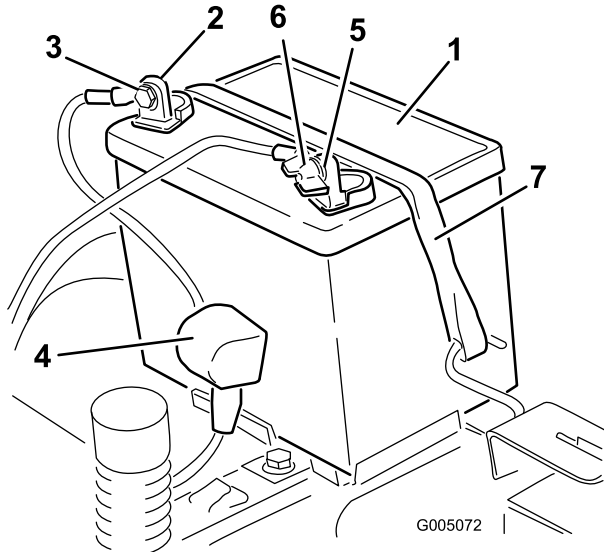

Bild 46
- Klemmen Sie das Minuskabel (schwarz) vom Batteriepol ab (Bild 46). Bewahren Sie alle Befestigungen auf.
5. Schieben Sie die Gummiabdeckung am Pluskabel (rot) nach oben. Klemmen Sie das Pluskabel (Rot) vom Batteriepol ab (Bild 46). Bewahren Sie alle Befestigungen auf.
6. Nehmen Sie die Batterieklemme ab (Bild 46) und heben Sie die Batterie aus dem Ständer heraus.
1. Setzen Sie die Batterie in das Fach (Bild 46).
5. Befestigen Sie die Batterie mit der Befestigung (Bild 46).